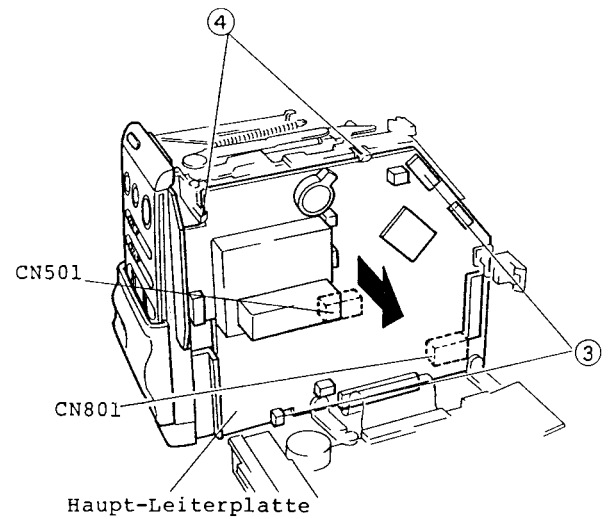

Abb. 2-34
3. Zwei (2) Stecker (CN401, CN402) abziehen (siehe Abb. 2-34).
4. Zwei (2) Laschen freigeben, zwei (2) Stecker (CN501, CN801) von der Motortreiber-Leiterplatte abziehen und die Haupt-Leiterplatte in Pfeilrichtung entfernen.